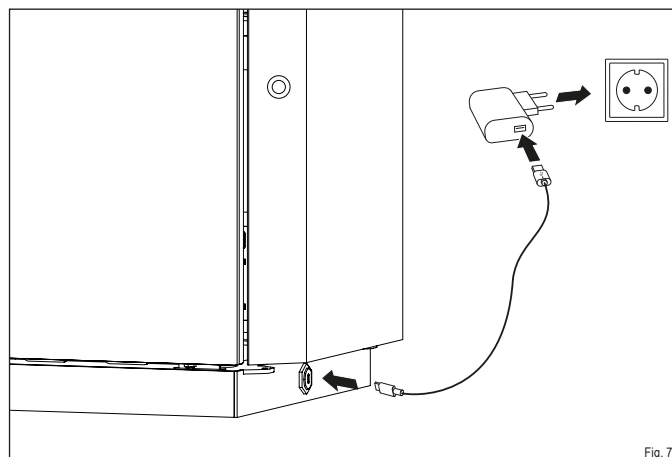

Fig. 7
- Connectez le câble USB-C au port du poêle et à la prise d'alimentation (Fig. 7).
- Branchez la fiche secteur sur le réseau électrique (Fig. 7).